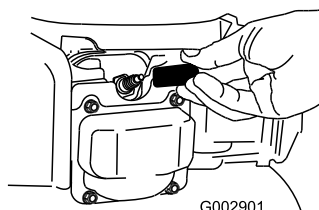

Рисунок 41
- Отсоедините провод от свечи зажигания (Рисунок 41), прежде чем выполнять любые процедуры технического обслуживания.